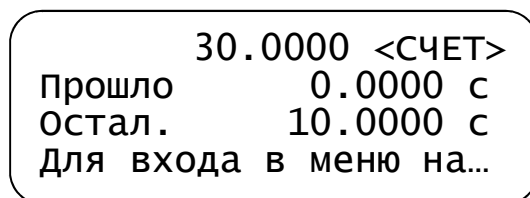

Рисунок 7 – Режим <СЧЕТ>
2.3.9 После выставления всех необходимых параметров и нажатия клавиши «Пуск» УПМС-2 перейдет в режим <Счет> (рисунок 7). На табло режим сменится сразу после нажатия клавиши «Пуск», счет времени начнется с момента нажатия на секундомеры.